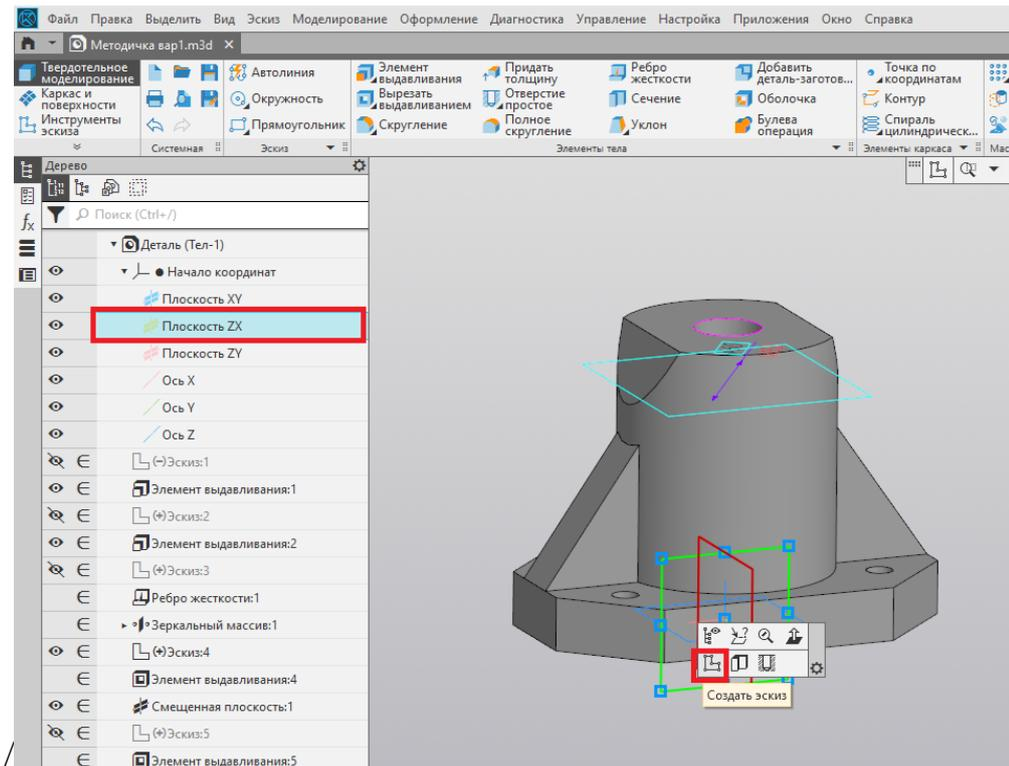

Рис. 39
36. Создаём новый эскиз в плоскости ZX (рис. 39).